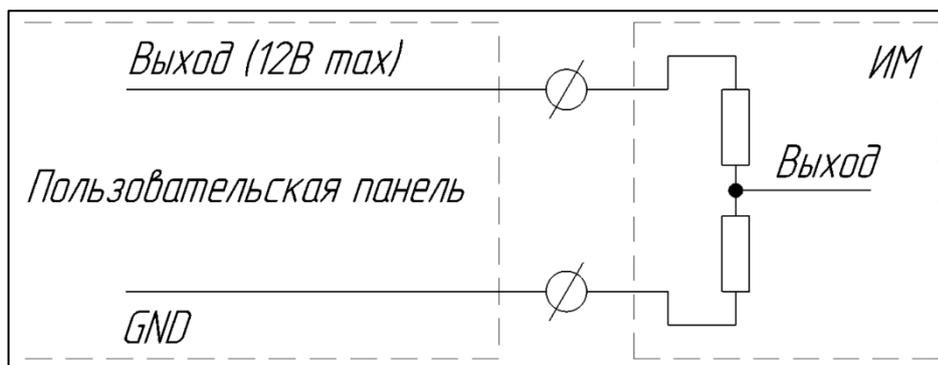

Рисунок I-28 – Схема подключения исполнительного механизма со входом по напряжению
- Подключение исполнительного механизма со входом по напряжению (см. Рисунок I-28)